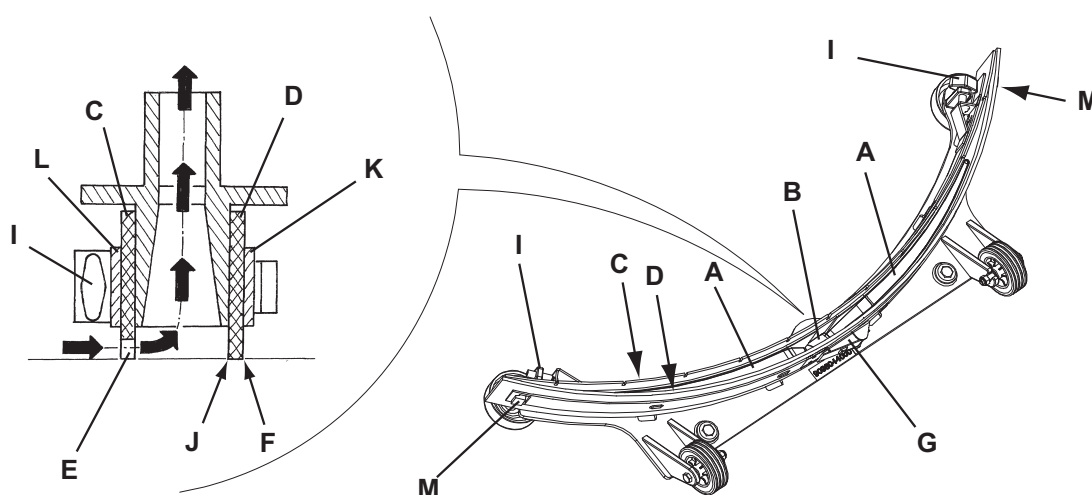

Figure 3
2. Débrancher le câble d'alimentation (3) du réseau électrique et l'enrouler autour du logement correspondant (4).
3. Baisser l'embouchure (21) au moyen du levier (7).
4. Desserrer les boutons (22) et déposer l'embouchure (21).
5. Déconnecter le tuyau d'aspiration (11) de l'embouchure.
6. Laver et nettoyer l'embouchure en acier (Fig. 2) ou en aluminium (Fig. 3). Nettoyer en particulier les compartiments (A, Fig. 2 ou 3) et l'orifice (B). Contrôler que la lamelle en caoutchouc avant (C) et la lamelle en caoutchouc arrière (D) sont intactes et qu'elles ne présentent pas de coupures ou déchirures ; dans le cas contraire, les remplacer (voir la procédure au paragraphe suivant).
1. Nettoyer l'embouchure (Fig. 3) comme décrit au paragraphe précédent.
2. Contrôler que le bord (E, Fig. 3) de la lamelle en caoutchouc avant (C) et le bord (F) de la lamelle en caoutchouc arrière (D) se posent simultanément sur le plan, et en toute leur longueur ; en cas contraire, régler leur hauteur en procédant selon les instructions suivantes :
- Déposer le tirant (G), décrocher les dispositifs de retenue (M) et régler la lamelle en caoutchouc arrière (D), puis accrocher les dispositifs de retenue et installer le tirant.
- Desserrer les boutons (I) et régler la lamelle en caoutchouc avant (C), puis serrer les boutons.
3. Contrôler que la lamelle en caoutchouc avant (C) et la lamelle en caoutchouc arrière (D) sont intactes et qu'elles ne présentent pas de coupures ou déchirures ; en cas contraire, les remplacer en procédant comme suit. Contrôler que l'arête (J) de la lamelle en caoutchouc arrière n'est pas usée ; en cas contraire, tourner la lamelle en caoutchouc, en remplaçant l'arête usée avec l'une des trois arêtes intactes. Si toutes les arêtes sont usées, remplacer la lamelle en caoutchouc en procédant comme suit :
- Déposer le tirant (G), décrocher les dispositifs de retenue (M) et enlever la bande de retenue (K), puis remplacer / tourner la lamelle en caoutchouc arrière (D). Pour la repose, procéder dans l'ordre inverse de la dépose.
- Dévisser les boutons (I) et enlever la bande de retenue (L), puis remplacer la lamelle en caoutchouc avant (C). Pour la repose, procéder dans l'ordre inverse de la dépose.